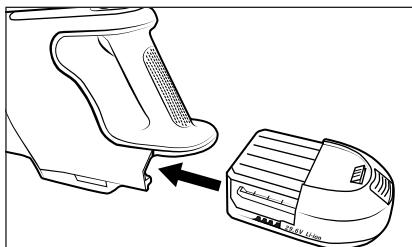

Fig. 3
- 3) Insérez la batterie ② dans l'appareil jusqu'à ce qu'elle s'enclenche de manière audible avec un clic (voir fig. 3).